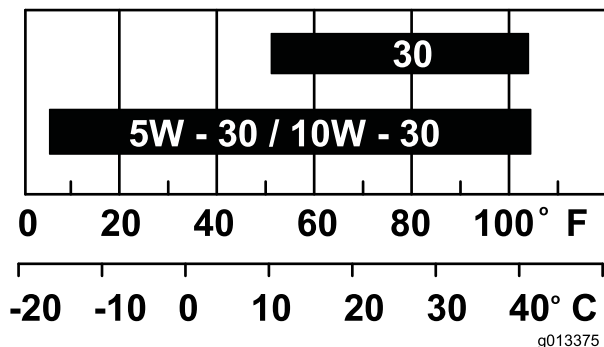

Figura 42
**Nota:** Utilice aceite SAE 10W-30 para el uso general. Puede utilizar las otras viscosidades indicadas en la tabla si la temperatura media de su zona está dentro del intervalo indicado (Figura 42).